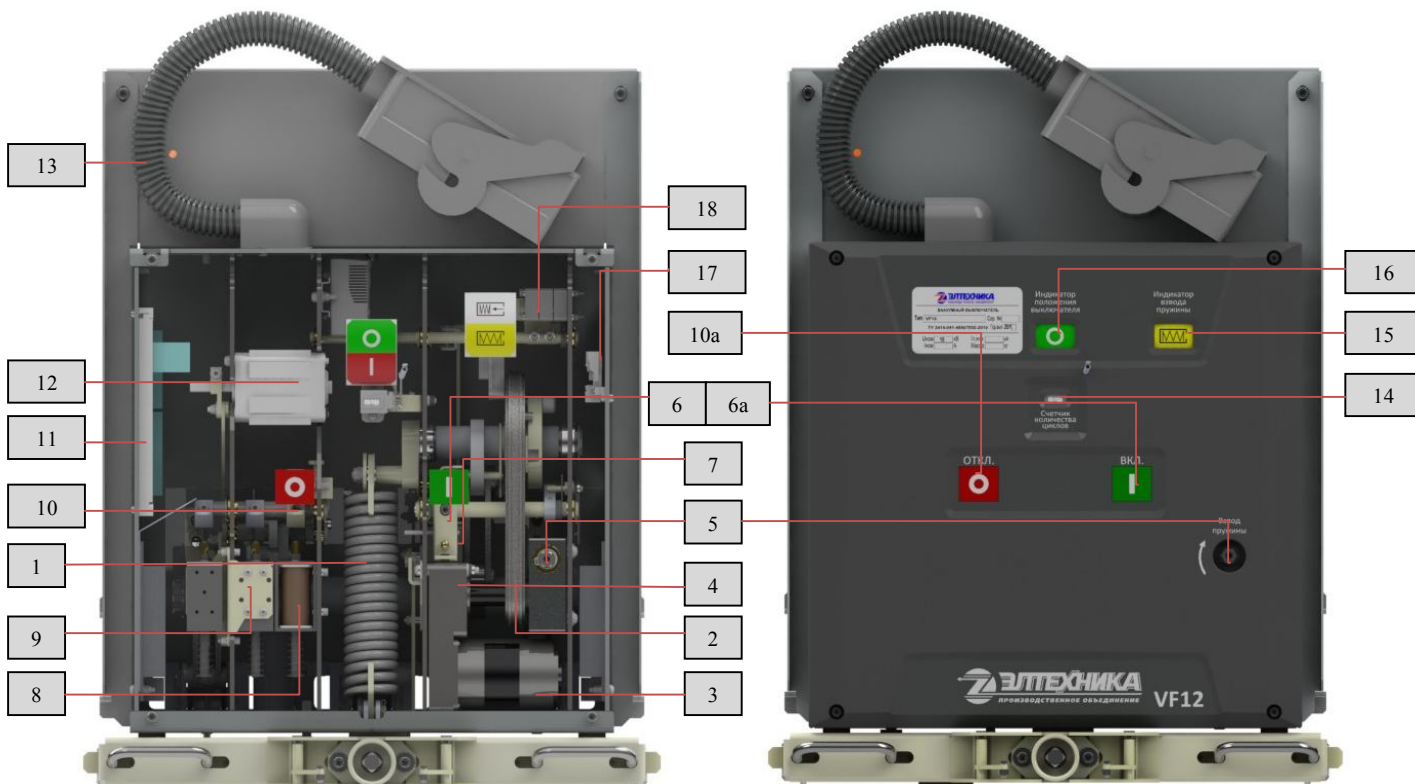
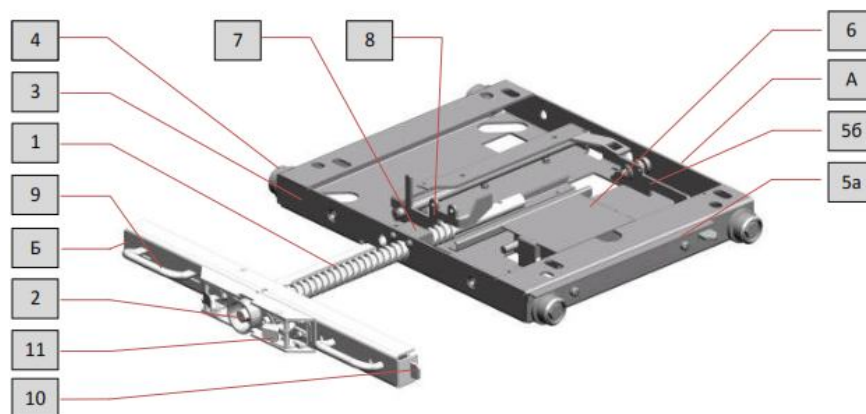
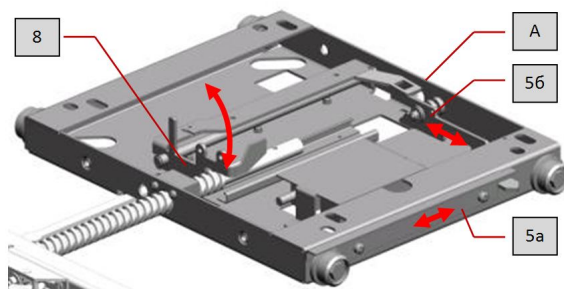

Рис. 3 Привод выключателя:
Рис. 5 Тележка аппаратная:
Рис. 7 Механические блокировки:
Привод выключателя (рис. 3) представляет собой механизм, обеспечивающий размыкание и замыкание контактов ВДК с характеристиками, необходимыми для нормального функционирования выключателя.
Тележка аппаратная (рис. 5) состоит из подвижной части (А), к которой крепится выключатель при помощи 4 болтовых соединений М12, и неподвижной (Б), являющейся опорой привода подвижной части. Перемещение подвижной части относительно неподвижной осуществляется посредством винта (1) при помощи рукоятки оперирования выкатным элементом (рис. 13), которая устанавливается в гнездо (2).
1.4.1.6.1 Механическая блокировка перемещения выкатного элемента (11) при открытой двери ячейки препятствует установке рукоятки оперирования выкатным элементом в гнездо (2) (рис. 5).
обозначения согласно рис. 5
1.4.1.6.2 Внешняя механическая блокировка расположена на правой боковой стенке основания (3) тележки аппаратной и предназначена для обеспечения двусторонней механической связи с заземлителем и другими коммутационными аппаратами ячейки (рис. 5). Нажимная планка блокировки заземлителя (5а) управляет шторкой гнезда оперирования заземлителем, разрешая оперирование им только в контрольном (выкаченном) положении выключателя. С другой стороны, механизм заземлителя воздействует на планку блокировки винта привода тележки (5б), утапливая ее внутрь основания (3), при включенном заземлителе. Планка блокировки винта привода (5б), в свою очередь, через систему рычагов блокирует винт (1) привода тележки аппаратной (рис. 7).
1.4.1.6.3 Механическая блокировка включения выключателя (8) запрещает перемещение подвижной части (А) тележки аппаратной из фиксированного положения (рабочего или контрольного) при включенном выключателе, а также блокирует включение выключателя в промежуточном положении подвижной части (А) тележки аппаратной (рис. 7).
1.4.1.6.5 Блокировка от повторного включения препятствует подаче команды на повторное включение выключателя в отключенном положении. Блокировка реализована на плате управления X1 (11) (рис. 3) в схеме цепей управления выключателем (Приложение 2). Она препятствует подаче команды на электромагнит включения в дистанционном режиме.
Блок-контакты выключателя (12) (рис. 3) и блок-контакты силовой пружины (18) расположены на приводе выключателя. Блок-контакты тележки аппаратной (6) (рис. 5) расположены на подвижной части (А) тележки аппаратной.